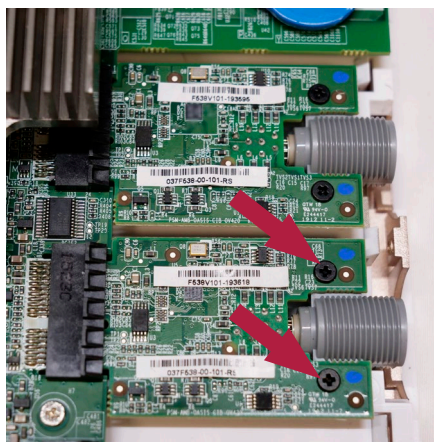

Abbildung 16 Die Schrauben der auszutauschenden VDI-Karte werden entfernt
- a) Lösen Sie die beiden schwarzen Schrauben, mit denen die VDI-Karte befestigt ist, mit dem Schraubendreher (siehe Abbildung 16)
- e) Setzen Sie die beiden schwarzen Schrauben, mit denen die VDI-Karte gesichert wird, ein und ziehen Sie sie an (max. Drehmoment 0,2 Nm) (Abbildung 16)